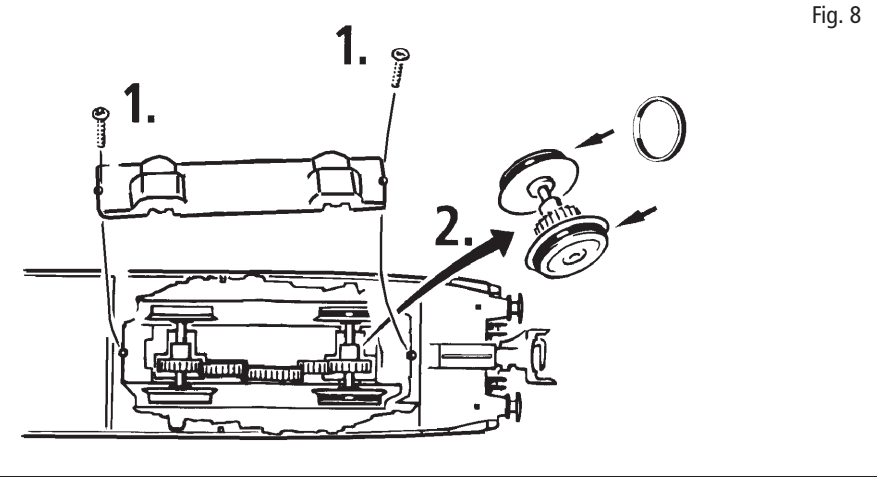

Fig. 9
2. Schmierung: Versehen Sie die im Schmierplan in Fig. 9 gekennzeichneten Stellen mit nur **kleinen Öltropfen**. Dazu zuerst das Lokgehäuse abnehmen (Fig. 4). Wir empfehlen den ROCO **Öler Art.-Nr. 10906**. Fürs Schmieren der Getriebeteile (Zahnräder, Schnecke) empfehlen wir das **ROCO-Spezialfett Art.-Nr. 10905**. Im Falle der Schmierung diese Teile **nicht ölen**.
2. Lubrication: Apply **tiny oil drops** to spots marked in fig. 9. Prior to lubrication dismantle locomotive (fig. 4). We recommend using item no. **10906, Roco oiler**. For lubrication the gearparts (e.g. cogwheels, worm) we should recommend our Roco **special grease** (item no. **10905**).
2. Graissage: N'appliquez **qu'une toute petite goutte** aux endroits indiqués par le plan de graissage (fig. 9) après avoir démonté la caisse de la locomotive (fig. 4). Nous vous recommandons **le graisseur à huile Roco réf. 10906**. Pour graisser les engrenages (roues dentées, vis sans fin) nous vous conseillons la **graisse spéciale Roco réf. 10905** pour engrenages en matières synthétiques. Lorsque vous utilisez cette graisse il faut éviter d'huiler ces composants.